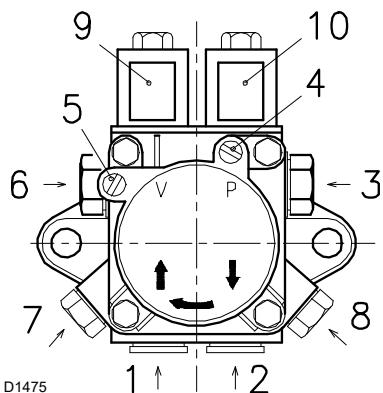

Abb. 18
Zeichenerklärung (Abb. 18)
- Die Pumpe kann sich selbst einschalten und es muß eine der Schrauben 4)-8)(Abb. 18) gelockert werden, damit der Ansaugschlauch entlüftet wird.
Um den Druck der 1. Stufe zu ändern, die Schraube 6)(Abb. 18) betätigen. Um den Druck der 2. Stufe zu ändern, die Schraube 7)(Abb. 18) betätigen.